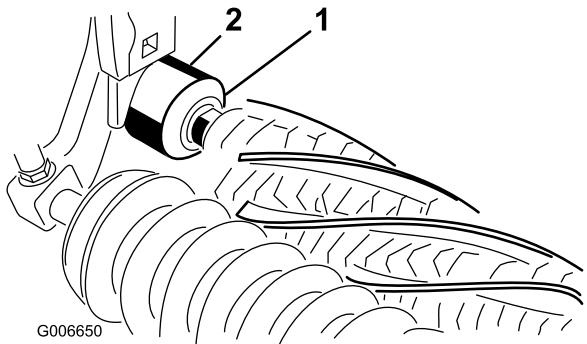

图14
21. 确保每个防尘圈上的唇形密封圈与每个轴承座轻轻接触 (图14)。